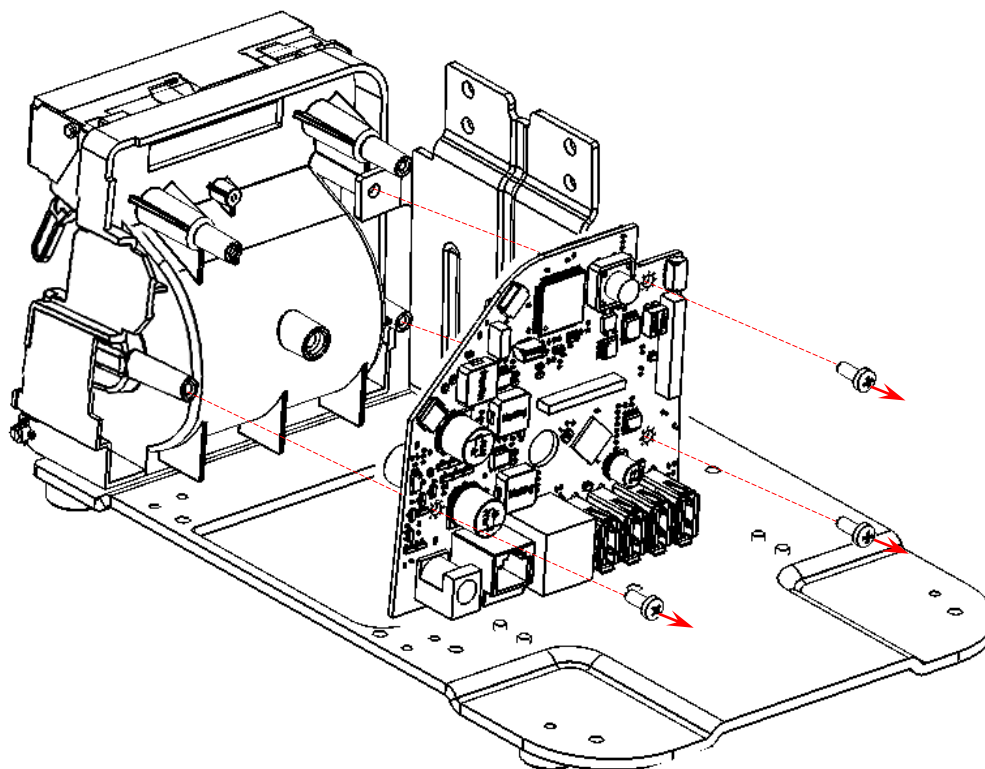

Рисунок 34. Отделение блока управления от подрамника
14. Вкрутить три винта крепления (рисунок 34).